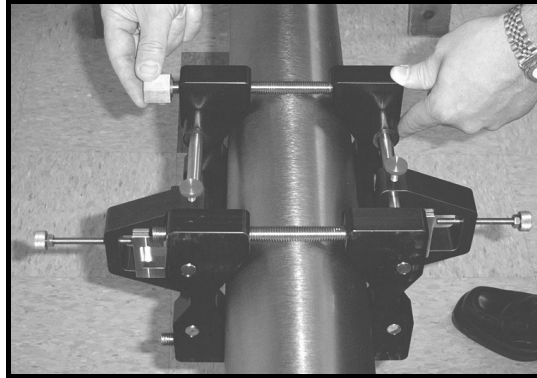

Figura 25: Instalación de las tuercas de la fijación
3. Instale las cuatro tuercas en las varillas rodadas con el lado convexo de la tuerca mirando a la fijación. Apriete a mano las tuercas en cada bloque V de modo uniforme, como se muestra en la Figura 25 de la página siguiente. No utilice un patrón de apriete en cruz de las cuatro tuercas de instalación.